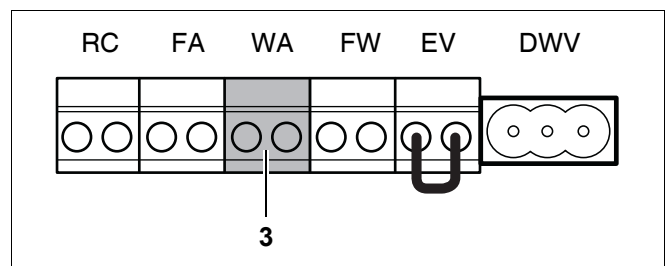

Bild 33 Uttagsplint – potentialfritt värmekrav (anslutningsfärg grön)
- Anslut kontakten för ett potentialfritt värmekrav på den gröna klämman WA (bild 33, pos. 3). Kretsens maximalt tillåtna motstånd ligger på 100 ohm. Använd då en strömkabel med 2 ledare på 0,4 till 0,75 mm² respektive.